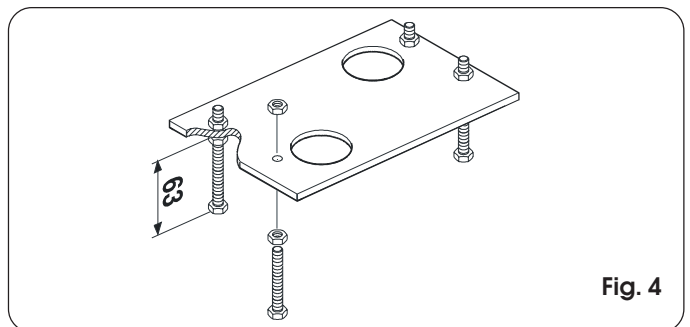

Fig. 4
- 1) Assembleer de funderingsplaat zoals aangegeven op fig. 4.